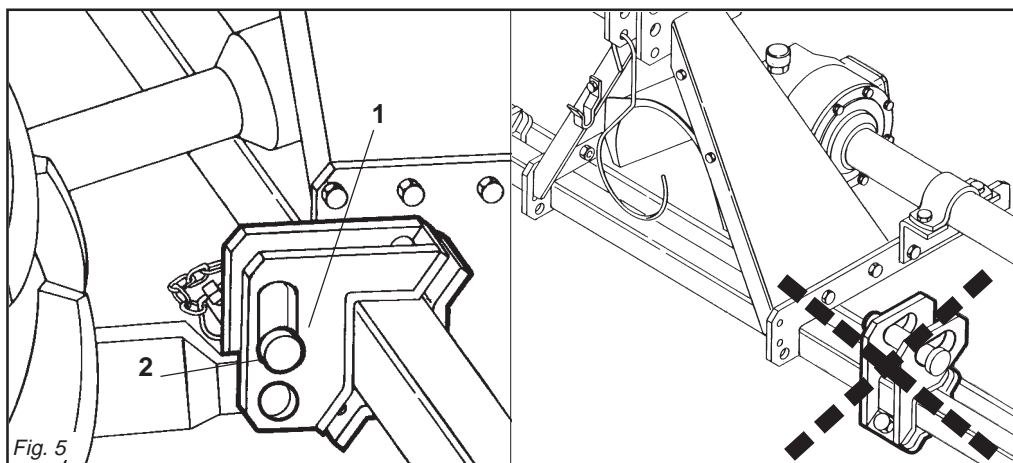

Fig. 5
In base alle dimensioni specifiche di questi 2 tipi di attacchi dei trattori è necessario determinare la posizione più favorevole della zappatrice spostando opportunamente sul tubo quadro le piastre (1 Fig. 5) e inserendo i perni (2 Fig. 5) nei fori corrispondenti al giusto diametro delle parallele del trattore.
Le piastre (1 Fig. 5) vanno montate sempre e solo come mostrato in Fig. 5
*Depending on the precise dimensions of these two types of hitches, find the best position for the cultivator by moving the plates (1 Fig. 5) along the square tubular and inserting the pin (2 Fig. 5) in the holes corresponding to the correct diameter for the tractor's parallel arms.*
*The plates (1 fig. 5) must always and only be mounted as shown in Fig. 5*
Aufgrund der spezifischen Abmessungen dieser beiden Schlepperanschlüsse kann man die günstigste Position der Hackfräse festlegen, indem man die Platten (1 Abb. 5) auf dem Vierkantröhr verschiebt und die Bolzen (2 Abb. 5) in die entsprechenden Bohrungen mit dem richtigen Durchmesser auf dem Schleppergestänge einsteckt.
Die Platten (1 Abb. 5) dürfen nur und ausschließlich so montiert werden, wie
*En fonction des dimensions spécifiques de ces deux types d'attelages des tracteurs il faut déterminer la position la plus favorable de la houe en déplaçant, sur le tube carré, les plaques (1 Fig. 5) et introduire les axes (2 Fig. 5) dans les trous correspondant au bon diamètre des parallèles du tracteur.*
*Les plaques (1 Fig.5) doivent obligatoirement être montées comme illustré dans la Fig. 5 en utilisant les*
En relación a las dimensiones específicas de estos dos tipos de enganche de los tractores hace falta determinar la posición más favorable de la binadora desplazando oportunamente en el tubo cuadrado las placas (1 Fig.5) e introduciendo los pernos (2 Fig.5) en los orificios correspondientes al correcto diámetro de las paralelas del tractor.
Las placas (1 Fig.5) deben ser montadas siempre y solamente según
- 1 - Accostare le parallele del sollevatore ponendole all'interno delle piastre (1 Fig. 5), inserire il perno (2 Fig. 5) nel foro predisposto e bloccare con le copiglie a scatto.
- 1 - Near the lift bars, setting them in the most suitable plates (1 Fig. 5). Insert the pin (2 Fig. 5) into the relative hole and lock in place with the snap-in split pins.
es in Abb. 5 gezeigt ist, nämlich mit den Bohrungen, die vor dem Vierkantröhr angeordnet sind. Der Hersteller haftet nicht für die Beschädigung der Hackfräse oder des Schleppers infolge der Nichtbeachtung dieser Angabe.
- 1- Die Lenker des Krafthebers annähern und in die am besten geeigneten Platten schieben (1 Abb. 5). Den Bolzen (2 Abb. 5) in das Loch stecken und mit dem einrastenden Splint blockieren.
- 1- Approchez les barres du relevage en les plaçant à l'intérieur des plaques les plus appropriées (1 Fig. 5), introduisez l'axe (2 Fig. 5) dans le trou correspondant et bloquez par les goupilles à encastrement.
lo indicado en la Fig. 5 con los orificios posicionados delante del tubo cuadrado. La firma constructora no es responsable de rupturas en la binadora o en el tractor originadas por falta de respeto de esta indicación.
- 1- Acercar las barras del elevador poniéndolas dentro de las placas más indicadas (1 Fig. 5), introducir el perno (2 Fig. 5) en el orificio y bloquear con los pasadores de resorte.